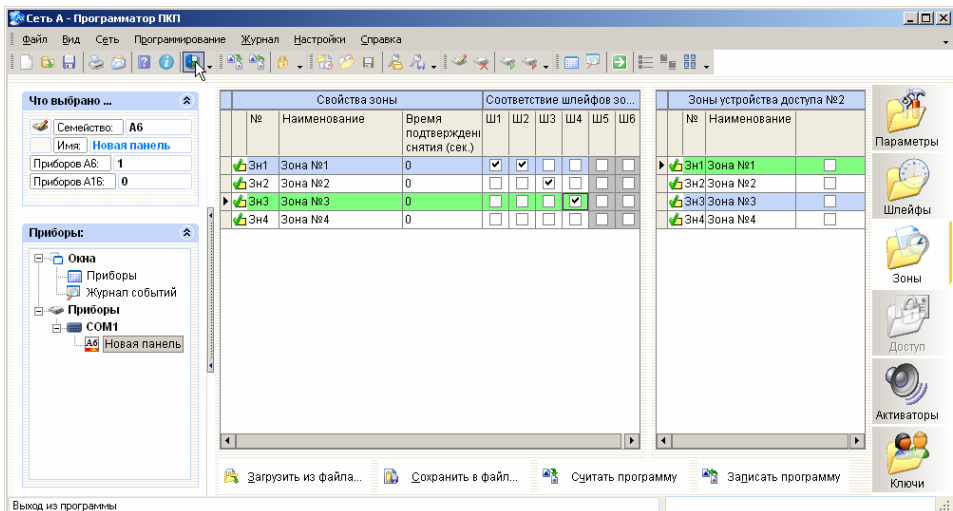

Рисунок 14
2.5.9 Открыть раздел «Зоны» (рисунок 14), выбрать строку «Зона №1» и установить флажок напротив параметра «Ш1» и «Ш2».